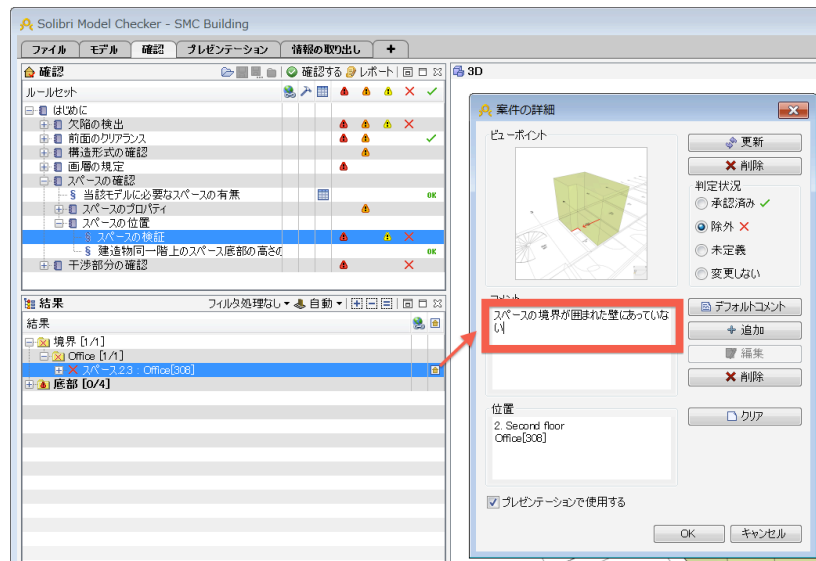

図 5-4 案件の詳細
- 5) 案件の項目を右クリックし、コンテキストメニューから「スライドを追加」を選択します。案件の詳細のウィンドウにコメントに「スペースの境界が囲まれた壁にあっていない」と書き込みます。「OK」を押してウィンドウを閉じます。（図 5-4 を参照）